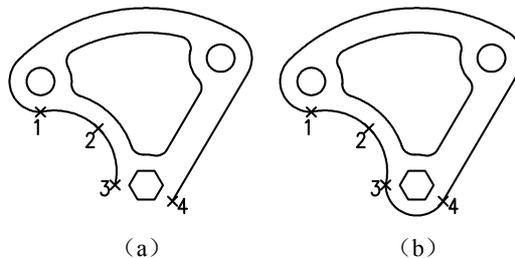

图 3-22 绘制连续圆弧
绘制结果如图 3-22 (a) 所示。
- 菜单：绘图→圆弧→继续 (在执行此命令的同时，光标自动捕捉到图 3-22 (a) 所示的端点 3)。
绘制结果如图 3-22 (b) 所示，两圆弧相切。